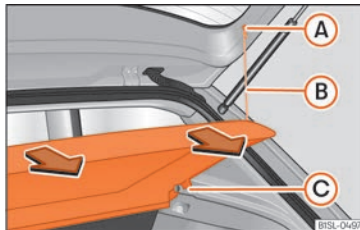

Fig. 95 Dans le coffre à bagages : démonter et remonter la plage arrière.
- Décrochez les tirants de fixation » fig. 95 (B) de leurs logements (A).
- Dégagez la plage arrière des supports latéraux (C) en la tirant vers le haut puis en la détachant.